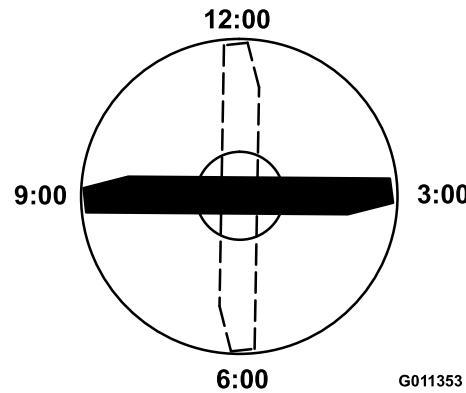

Figura 71
3. Coloque el filo de corte del extremo marcado de la cuchilla en la posición de las 12 (hacia adelante, en el sentido de la siega) y mida la altura desde la mesa hasta el filo de corte de la cuchilla (**Figura 71**).
4. Gire el extremo marcado de la cuchilla a las posiciones de las 3 y de las 9 y mida las alturas (Figura 71).